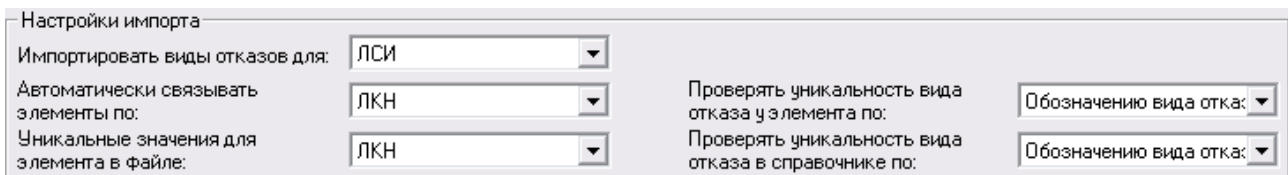

Рис. 14-4
2. В группе полей **Настройки импорта** задайте параметры импорта данных из указанного обменного файла (рис. 14-4).